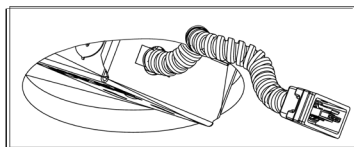

Figure 3
Étape 3. Faites passer le compartiment de câblage à travers la découpe au plafond (Fig. 3). Assurez-vous de faire en sorte que le conduit souple avec connecteur soit accessible.